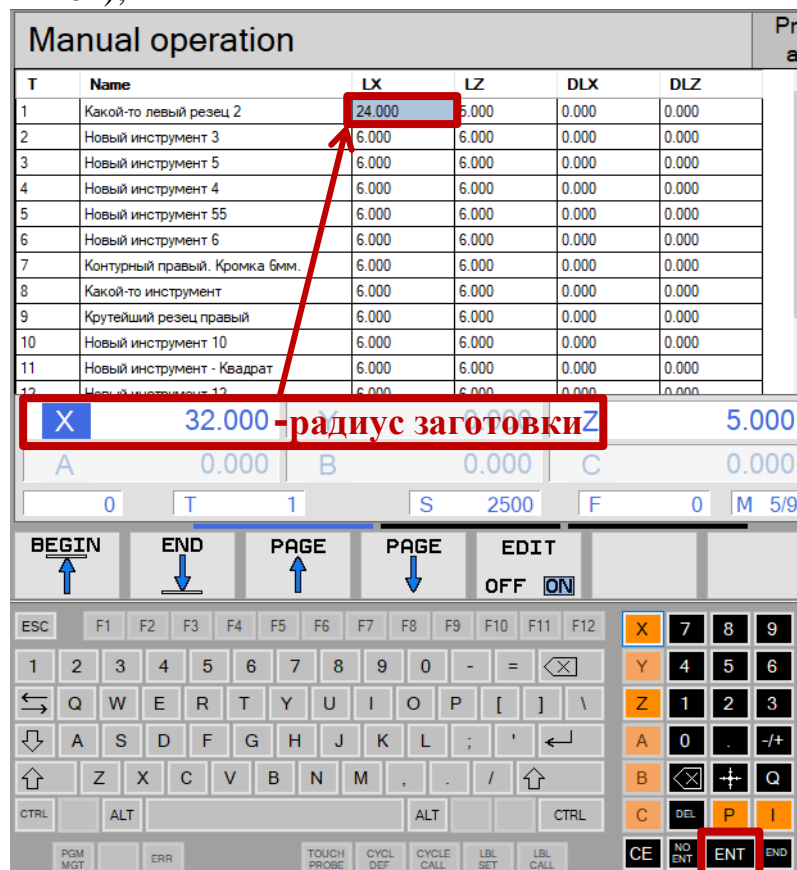

Рис.162. Поле «L» и кнопка «ENT»
10. Ввести значение, полученное вычитанием **радиуса** заготовки из **абсолютных** координат по X, и нажать «ENT» для ввода значения в ячейку (рис.162);